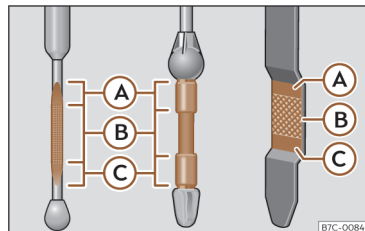

Fig. 199 Varilla de medición del nivel de aceite.
Leyenda de la >>> **fig. 199**:
- A continuación, vuelva a extraerla y compruebe el nivel de aceite >>> fig. 199. En caso necesario, reponga aceite del motor.
- Cuando el nivel de aceite alcance como mínimo la zona >>> fig. 199 Ⓑ, enrosque la tapa de la boca de llenado con cuidado >>> .